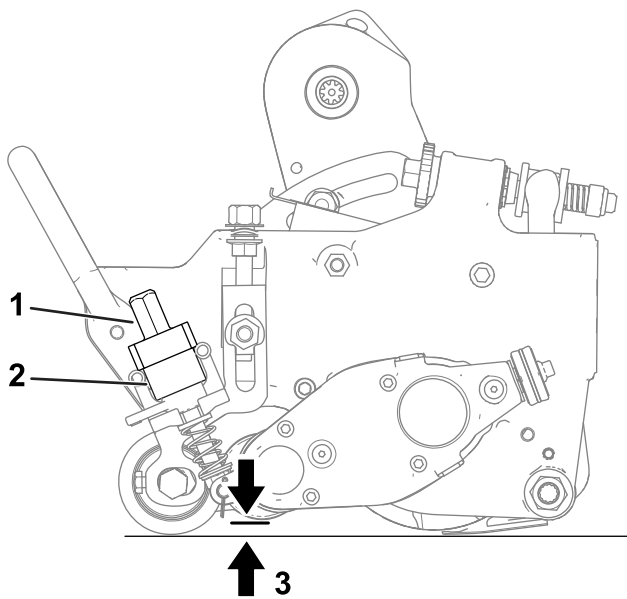

Figure 19
- A. Vérifiez que les leviers de levage rapide (Figure 19) sont à la position de FONCTIONNEMENT (le levier est dirigé vers l'avant de l'unité de coupe).
- B. À une extrémité du cylindre groomer, mesurez la distance entre la pointe la plus basse de la lame et la surface de travail (Figure 19). Tournez le bouton de réglage de la hauteur (Figure 19) pour élever ou abaisser la pointe de la lame de groomer à la hauteur voulue.